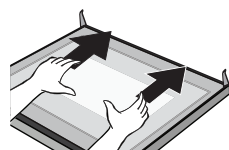

Рис. 3
3. Расположите дверцу так, чтобы верхняя часть двери была направлена к вам, положите руки на стекло и потяните его в направлении стрелок (рис. 3).